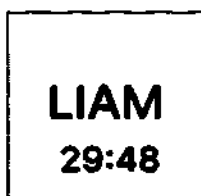

Рисунок 9.28 – Символ процедуры LIAM
- 4 После окончания цикла инсuffляции символ процедуры станет белым, а таймер будет показывать время, оставшееся до начала следующего цикла инсuffляции (см. рисунок 9.28).